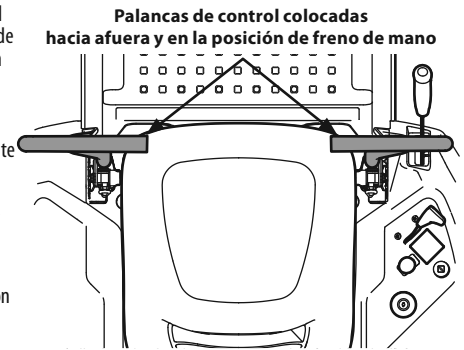

Figura 17
1. El operador debe estar sentado en el asiento del tractor con las palancas de control de la transmisión de barras de seguridad completamente hacia afuera en la posición de estacionamiento. Consulte la Figura 17. Consulte la sección Funcionamiento de práctica para obtener más instrucciones.